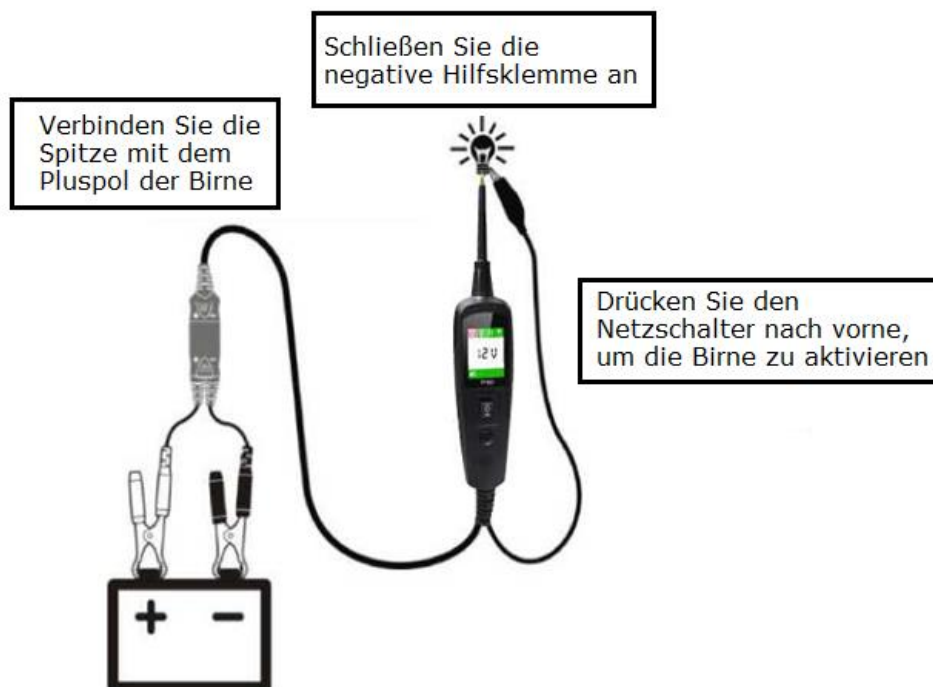

Abb. 11
- Wenn die grüne LED erloschen ist und die rote LED aufleuchtet, können Sie mit der weiteren Aktivierung fortfahren. Kippen Sie den Netzschalter nach vorne und halten Sie ihn gedrückt, um das Bauteil mit Strom zu versorgen. Wenn der Netzschalter nach vorne gekippt wird, fließt Strom vom Pluspol der Batterie in die Sondenspitze, durch die Spitze in den Pluspol des Bauteils, in das Bauteil und aus dem Bauteil heraus, durch das Hilfserdungskabel zurück in das Gerät und zurück zur Masse der Fahrzeugbatterie. (Abbildung 11).